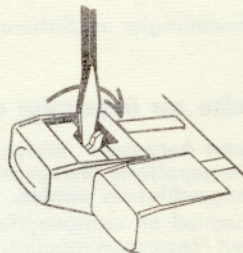

Fig. 9
3. Neuen Druckstastenkнопf aufstecken und die Lasche nach Fig. 9 nach rechts drehen.